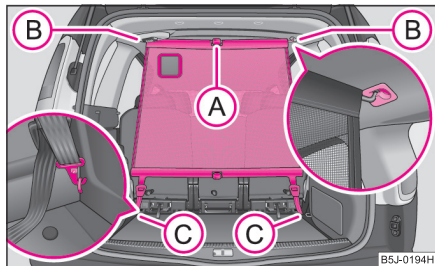

Abb. 11 Verwendung des statischen Trennnetzes hinter den Rücksitzen
- Setzen Sie die Querstange in die Aufnahme (B) erst auf der einen Seite und drücken die Querstange nach vorn. Auf gleiche Weise befestigen Sie die Querstange an der anderen Fahrzeugseite, Aufnahme (B) ⇒ Abb. 11.
- Hängen Sie die Karabiner (C) an den Bandenden in die Verzurrösen hinter den Rücksitzen.
- Lösen Sie Bänder auf beiden Seiten und hängen Sie die Karabiner (C) aus ⇒ Abb. 11. ▶